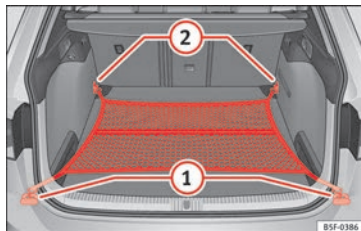

Abb. 176 Im Gepäckraum: flach eingehängtes Gepäckraumnetz (Modell LEON ST).
- Heben Sie ggf. die vorderen Verzurrsen » **Abb. 176** (2) an.
- Hängen Sie die Haken in die Verzurrsen (2) » ⚠ ein. Der Reißverschluss des Gepäckraumnetzes muss dabei nach oben zeigen.
- Hängen Sie die Haken in die Verzurrsen (1) ein.